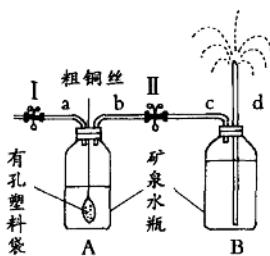

图2
(1) 将锌粒装入有孔塑料袋中并固定在粗铜丝上，将稀硫酸装入A饮料瓶，塞紧橡皮塞。
(2) 用粗铜丝将有孔塑料袋浸入稀硫酸中，锌与硫酸反应产生氢气。
(3) 打开止水夹I(敞开状态)，约一分钟后(排出A瓶和导管a中的空气)再关闭止水夹I，同时打开止水夹II，因氢气的生成使B瓶中压力增大，观察到B瓶中d管顶端出现喷泉现象。(如图2所示)